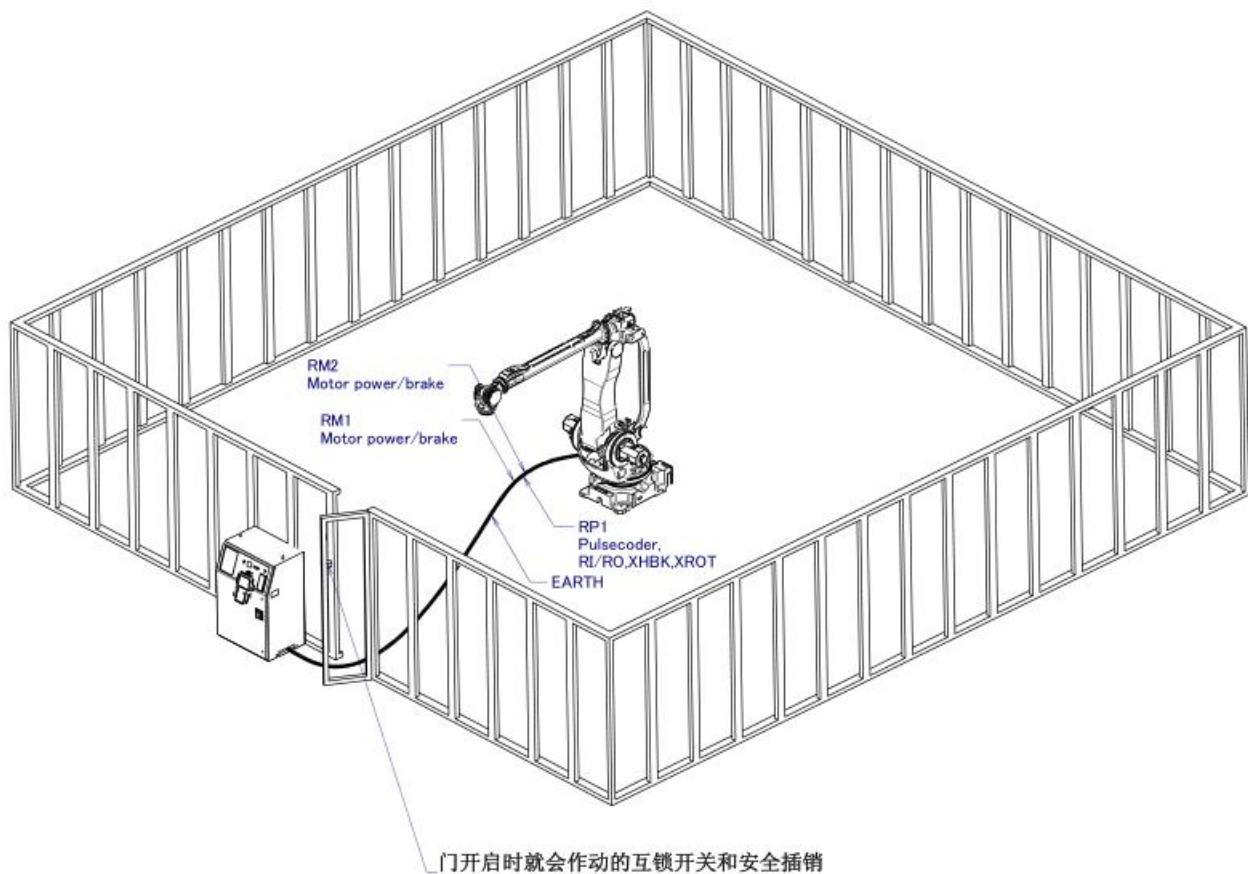

图 3 (a) 安全栅栏和安全门
- (13) 在安装好以后首次使机器人操作时，务必以低速进行。然后，逐渐地加快速度，并确认是否有异常。
- (14) 在使机器人操作时，务必在确认安全栅栏内没有人员后再进行操作。同时，检查是否存在潜在的危险，当确认存在潜在危险时，务必排除危险之后再进行操作。
- (15) 不要在下面所示的情形下使用机器人。否则，不仅会给机器人和外围设备造成不良影响，而且还可能导致作业人员受重伤。
- (16) 在连接与停相关的外围设备(安全栅栏等)和机器人的各类信号(外部急停、栅栏等)时，务必确认停的动作，以避免错误连接。
- (17) 有关架台的准备，按照图 3 (c)，在安装或者维修作业时，请十分注意高地作业的安全。应考虑脚手架和安全皮带安装位置的确保。